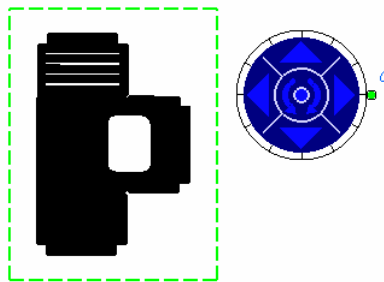

图 6-126
- >>> 步骤 02 单击 Unfolded View 图标, 在钣金件窗口中, 以选择平面为法线方向的视图会出现在图纸中, 蓝色的视图操纵器使用方法与前面提及的一样, 如图 6-126 所示。